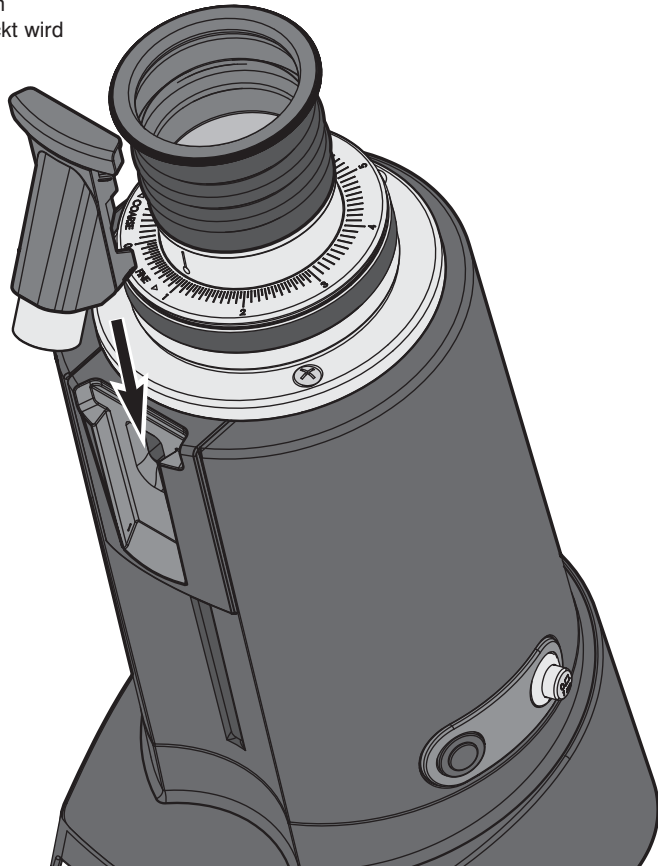

Abb. 3
5. **Die Auswurföffnung** positionieren, indem sie **in ihren Sitz** eingesetzt wird (siehe Abb. 3).